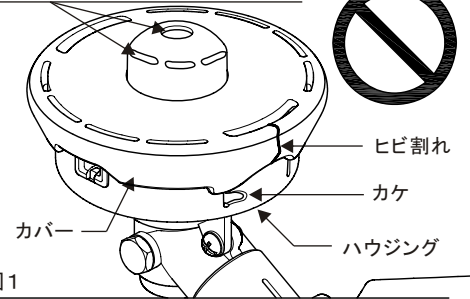

図1
- カバーやポビンの摩耗具合を点検してください。カバーは「外周付近に穴が現れた」ら、ポビンは「打当部底面に穴が現れた」ら、必ず新しい部品と交換してください。(図1)
- カッター本体のカケやヒビ割れを点検してください。カケやヒビ割れのある部品は、必ず「新しい部品」と交換してください。(図1)